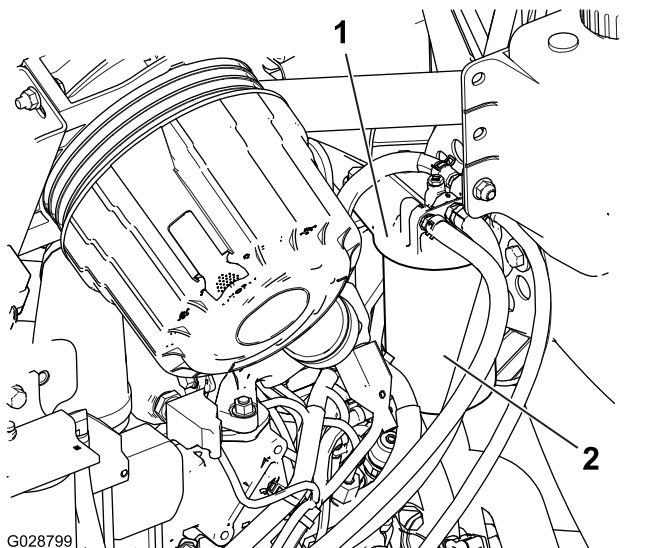

図 49
1. 燃料フィルタのヘッドの周囲をきれいに拭く図 49。
2. フィルタを外してフィルタヘッドの取り付け部をきれいに拭く図 49。